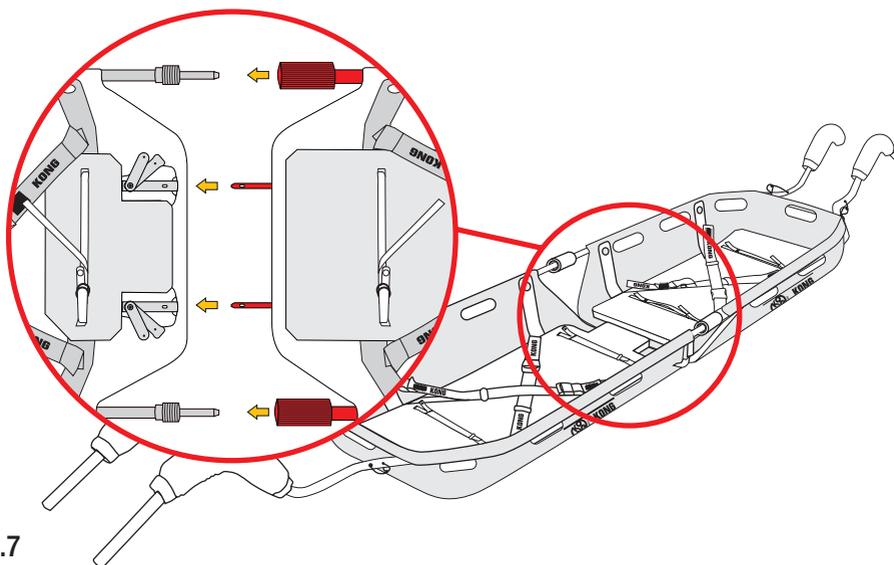

Fig.7
c) collegare le due parti della struttura mediante gli spinotti del telaio (fig. 7),